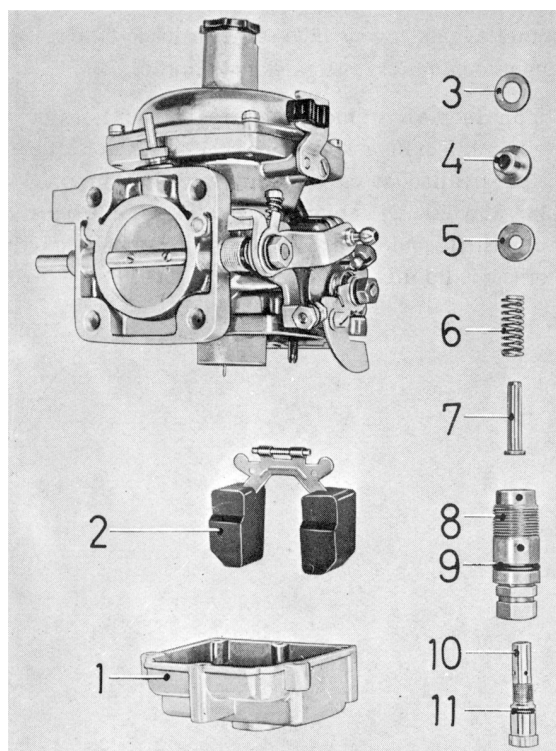

Bild F1 Flottörhus isärtaget
4. Skruva ur munstycksställaren (8) med volymskruv (10), munstycke (7), fjäder (6), styrning (4) och brickor (3 och 5). Se bild F1.